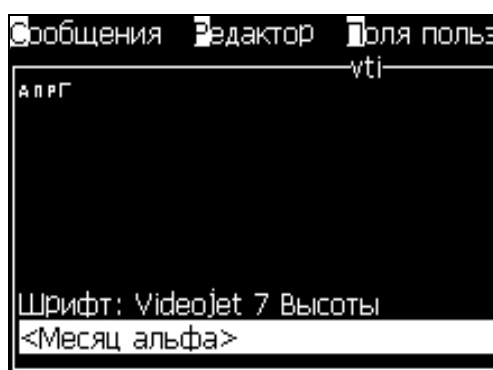

Рисунок 5-18: Пользовательское поле-“Alpha Month” (месяц альфа)
- 2 Выберите необходимое Вам пользовательское поле, и нажмите кнопку “Enter” (ввод). Например, поле “Alpha Month” (месяц альфа) отображено в Рисунок 5-18.